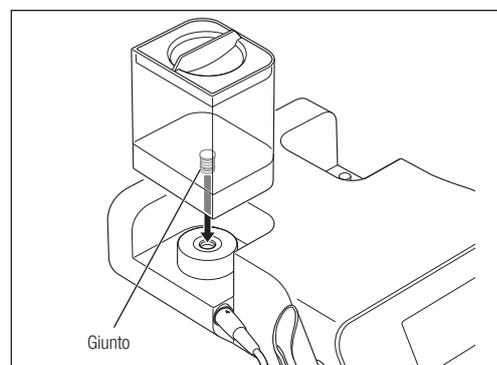

Fig. 13
- 3) Chiudere il tappo della bottiglia di irrigazione e inserire il giunto della bottiglia nel connettore del supporto per bottiglia (Fig. 13).